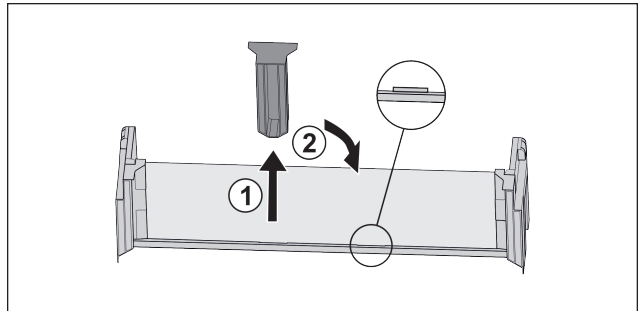

Fig. 22
- ▶ Mittleres Halteteil abziehen Fig. 22 (1).
- ▶ Mittleres Halteteil auf zweiter Position einsetzen Fig. 22 (2).